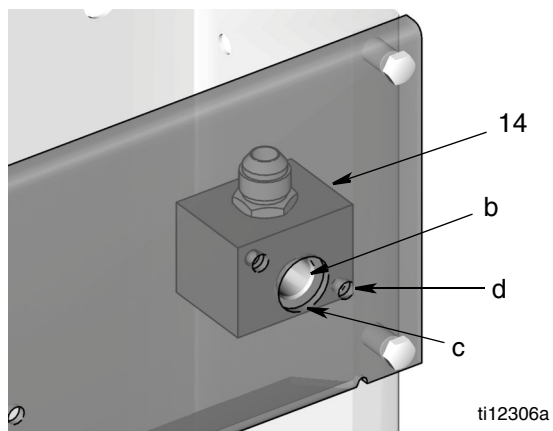
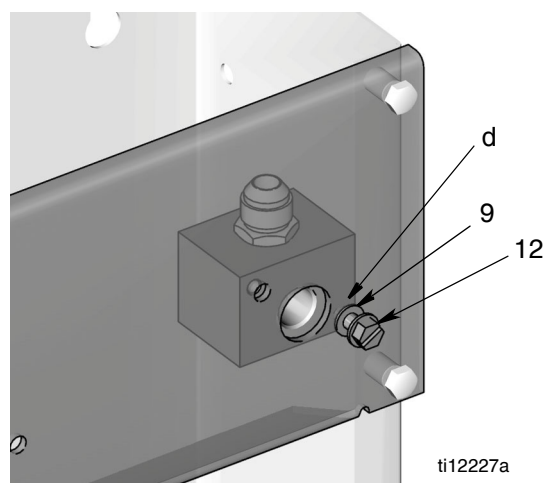

Рис. 12
Рис. 13
- Установите распределитель (14) внутри м/р колонки таким образом, чтобы отверстие (b) спереди распределителя соотносилось с отверстием (c) на передней панели (107) (Рис. 12).
- Закрутите только **нижний** передний винт (12), одев шайбу (9), в отверстие (d) так, чтобы не было жесткого соединения между распределителем и передней панелью. (См. Рис. 12 и Рис. 13.) **Не затягивайте плотно винт.** Поворачивайте до тех пор, пока резьба не станет удерживать распределитель.